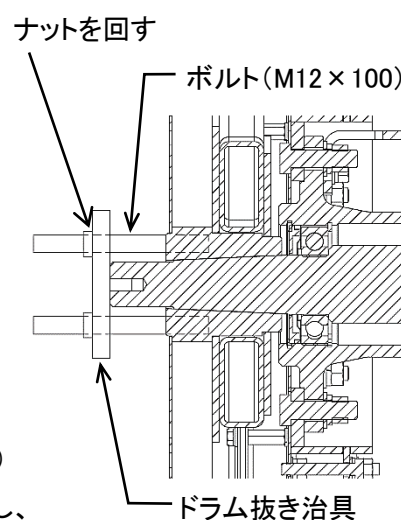
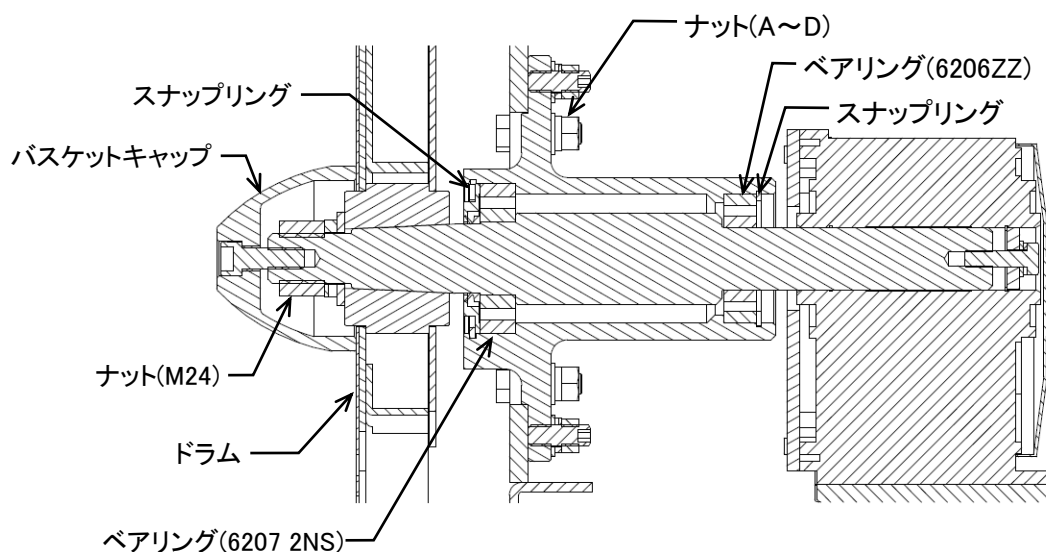

図 9-7
図 9-8
9.3.7 ベ어링ケース（図 9-7,図 9-8）
- ・ 右図を参考にドラム抜き治具を取り付けた後にナットを締め込んでドラムを主軸から外してください。(図 9-7)
- ・ ベ어링ケースを固定しているナット A～D の 4 箇所を取り外し、後方へ抜いてください。(図 9-8)